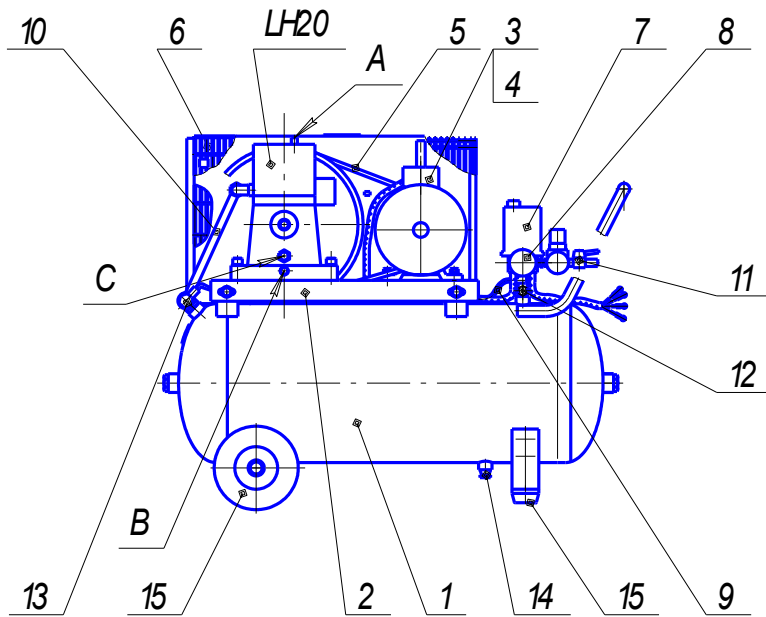
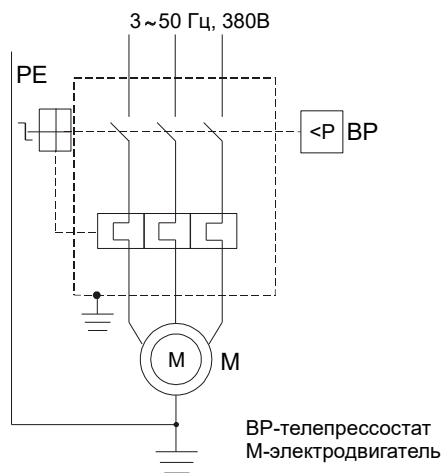

Рис. 1
Рис. 3
2.5. Общий вид компрессора представлен на рис. 1, 2, схема электрическая принципиальная - на рис. 3, 4.
Примечание: комплект колес и амортизаторов (поз. 15, см. рис. 1, 2) и детали их крепления упакованы отдельно.
5.1. Компрессор (рис.1, 2) состоит из следующих основных сборочных единиц и деталей: блока поршневого LH20, ресивера 1, платформы 2, электродвигателя 3 со шкивом 4, клиновых ремней 5, защитного ограждения 6, прессостата 7, манометра 8.
Смазка трущихся поверхностей деталей блока поршневого осуществляется разбрызгиванием масла. Заливка масла в картер производится через отверстие в крышке блока цилиндров А (см. рис. 1, 2) после снятия сапуна, слив масла - через отверстие в днище картера, закрытое пробкой В. Уровень масла должен находиться в пределах красной метки смотрового стекла С.
Ресивер (воздухосборник) 1 (см. рис. 1, 2) служит для сбора сжатого воздуха, устранения пульсации давления, отделения конденсата и масла. Ресивер является также корпусом, на котором смонтированы узлы и детали компрессора.